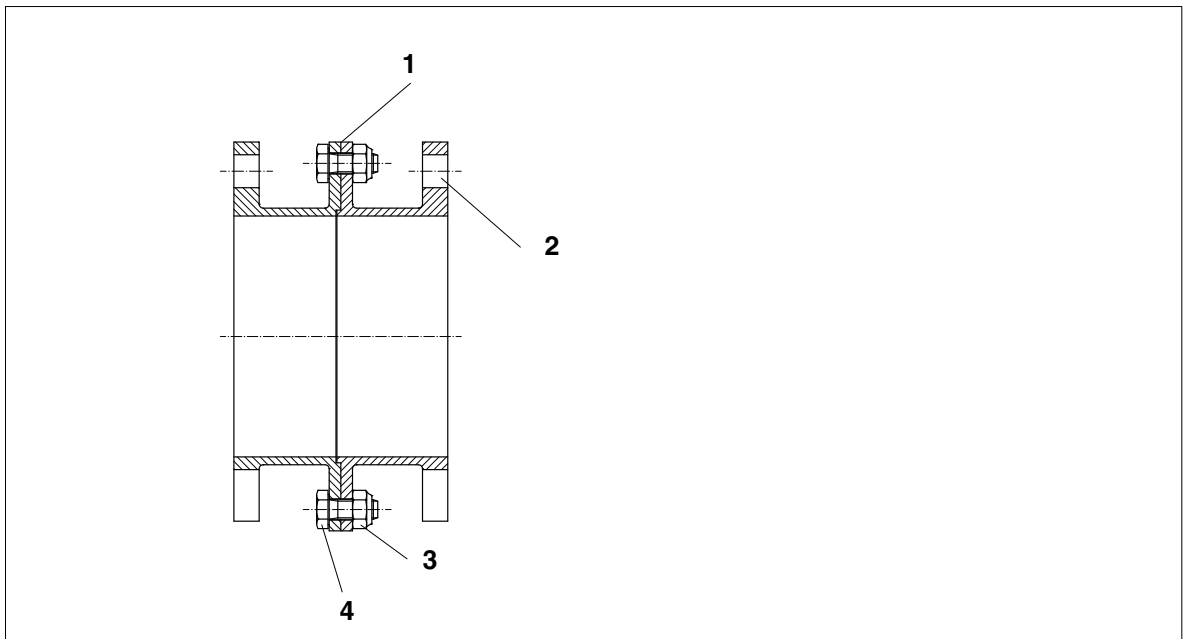
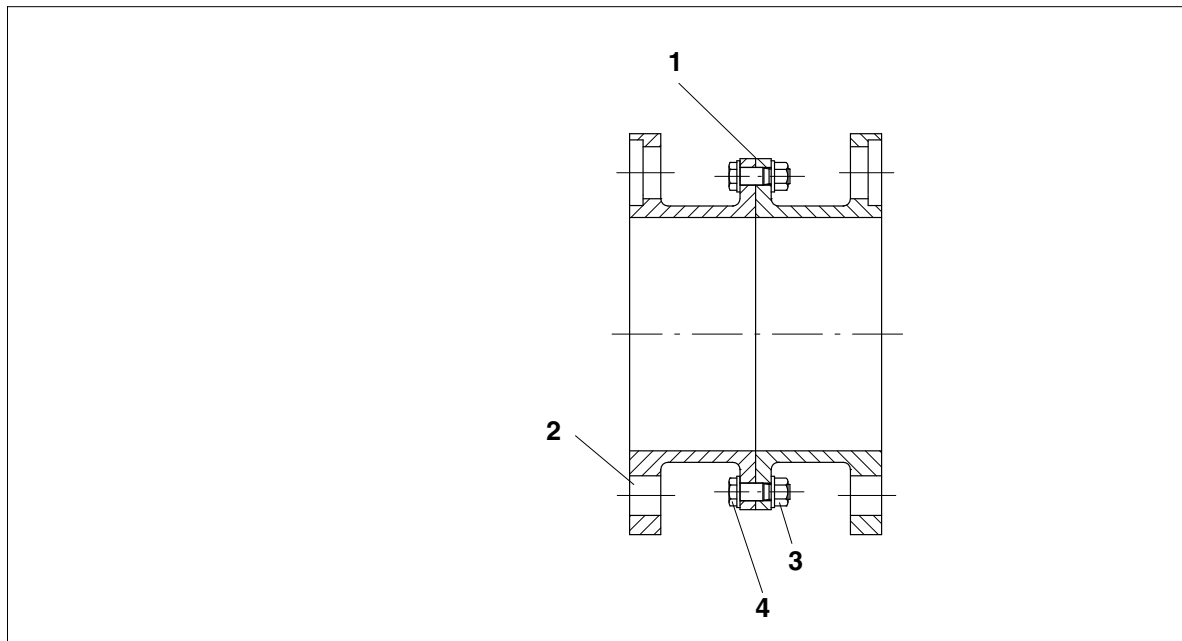

Fig. 15: Douille en U avec "évidement" (tige de centrage) (ARS-6)
Fig. 16: Douille en U avec vis d'ajustage (ARC-8)
- L'«évidement» intérieur et extérieur (tige de centrage, fig. 15) ou les alésages d'ajustage (fig. 16) ainsi que les surfaces d'applique des pièces détachées composant la douille divisée devront être vérifiés pour déterminer la présence de dégâts et, si nécessaire, être retouchés.
- Avant d'insérer les vis de jonction, veiller à la présence de repères d'équilibrage (voir les figures 15 et 16). Si les douilles ne comportent pas de marquage, il faut monter les moitiés de telle sorte que les alésages d'ajustage des brides extérieures se fassent face (voir les fig. 15 et 16).